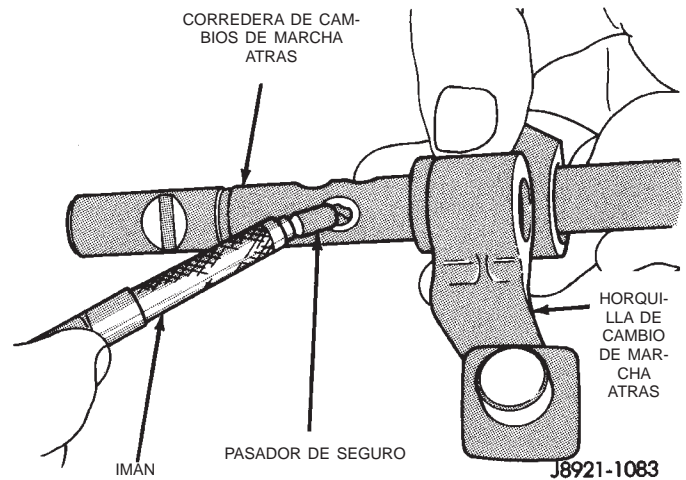

Fig. 82 Instalación del pasador de seguro de la corredera de cambios de marcha atrás
(10) Instale el pasador de seguro en la corredera de cambios de marcha atrás (Fig. 82).